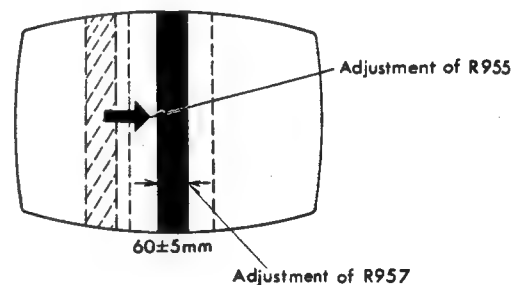

Figure 27 Abb. 27
5. Receive a monoscope and adjust R957 so that Magic Line width is  $60 \pm 5mm$ . (See figure 27)
6. Adjust R955 to place the Magic Line at the center of the screen. (See figure 27)
5. Ein Testbild empfangen und R957 so einstellen, dass das magische Band eine Breite von  $60 \pm 5mm$  hat. (Vgl. Abb. 27)
6. R955 so einstellen, dass das magische Band mittig am Bildschirm gelagert ist. (Vgl. Abb. 27)